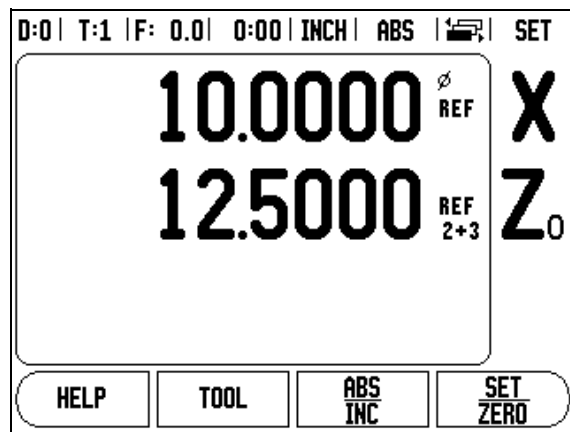

Fig. II.4 Frige Z koppling
- ▶ Tryck på den sifferknapp som hör ihop med mätsystemsingången på baksidan. Tryck på softkey **+** eller **-** för att koppla en andra ingång till den första. Ingångsnumren visas bredvid axelbeteckningen för att indikera att positionen är en kopplad position (ex. "2 + 3"). Se Fig. II.4.
För att koppla Z₀ och Z-axeln och visa resultatet i Z₀ displayen, tryck på och håll Z₀ knappen intryckt i ungefär 2 sekunder. Summan av Z-positionerna kommer att presenteras i Z₀ displayen och Z displayen kommer att vara tom. Se Fig. II.4.